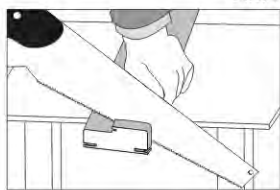

Рис. 7
2.1. Размеры коробки выполнены в размер стандартного дверного проема, но при необходимости подкорректируйте длину стоек, подпилите их в размер (рис. 7).